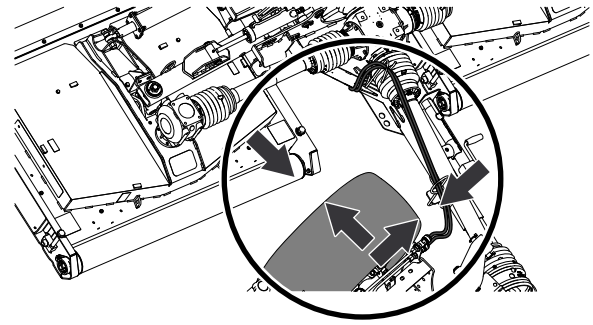

Figura 43
3. A medida que gire, compruebe que hay espacio entre el neumático del vehículo de remolque y las piezas del cortacésped (Figura 43).